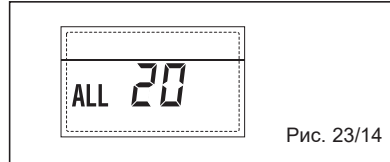

Рис. 23/14
– НЕПОЛАДКА - НЕИСПРАВНОСТЬ ДАТЧИКА ПЕРВОЙ СМЕШАННОЙ ЗОНЫ “ALL 21” (Рис. 23/15)